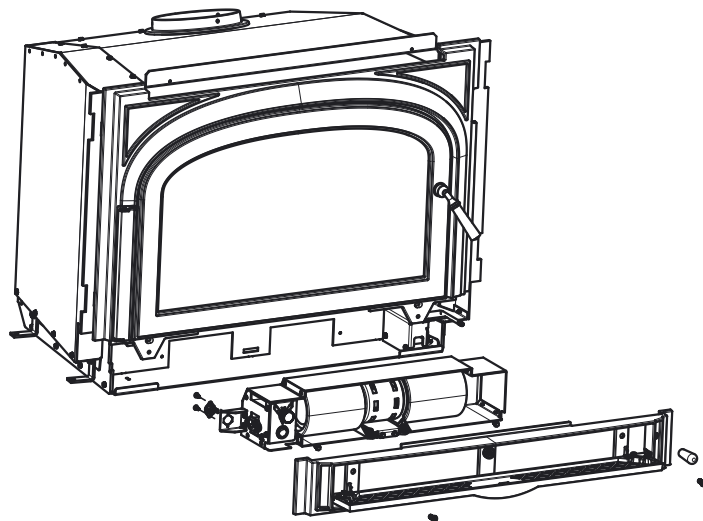

Figure 22.2
4. Localisez le support de montage du disque d'arrêt derrière les commandes du ventilateur refoulant, sur le côté droit, sous le collecteur des cendres (**Figure 22.2**).